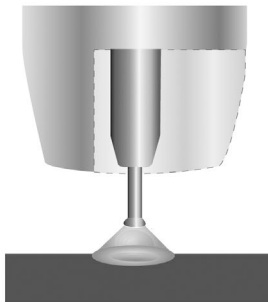

Fig. 17
5. Un arc apparaît au point de séparation de la gouttelette, alors que la chaleur et la force de l'arc écrasent la gouttelette dans le bain de fusion. La chaleur de l'arc fait fondre légèrement l'extrémité du fil alors qu'il est entraîné vers le métal de base (fig. 17).